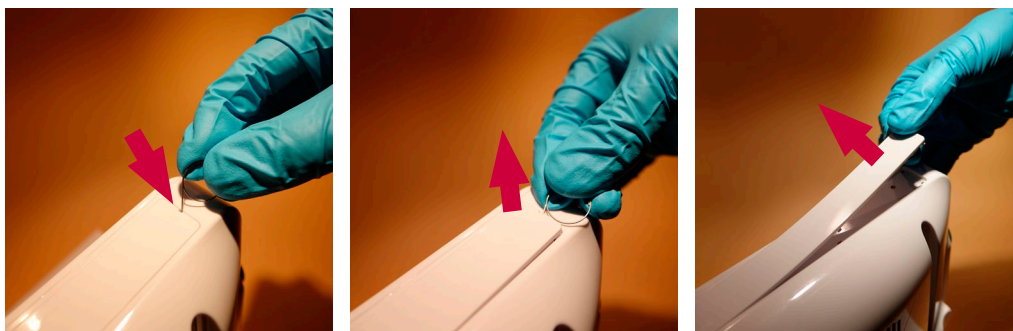

Bild 4 Ta bort namnplattorna
c) **Ta bort namnplattorna (med Ambu-logotypen) längst upp och längst ned på skärmenheten (bild 4)**